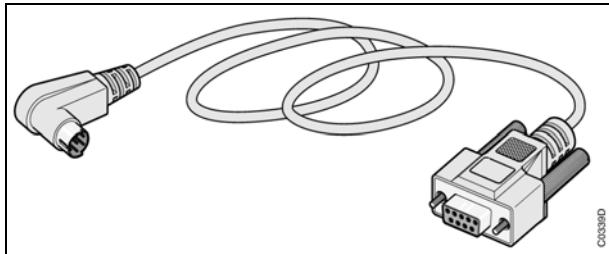

Figura 0-15: Cable de programación 07 SK 50
7.1.1. Diagrama de conexión de 07 SK 50 (ver Figura 0-15):